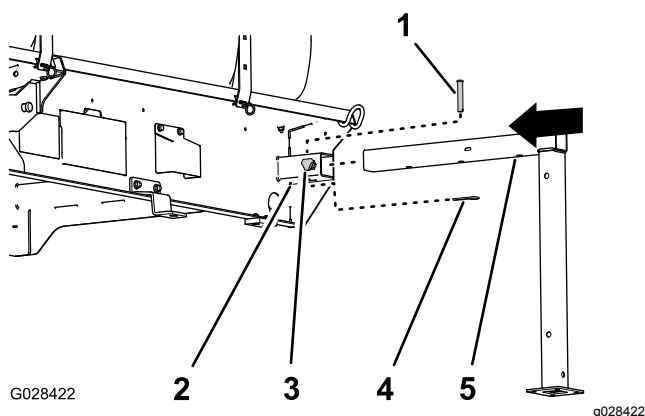

Figure 105
1. Alignez les jambes de support avant sur le récepteur à l'avant de la cuve (Figure 105).
de la jambe soit en face du trou au sommet du récepteur (Figure 105).
4. Vissez à la main une molette de blocage dans le récepteur (Figure 105).